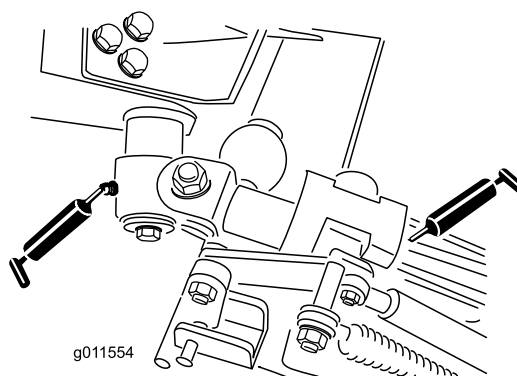

Figura 51
- 2 casquillos de pivote de leva acodada (Figura 51)
- 4 casquillos de los brazos traseros (Figura 51)